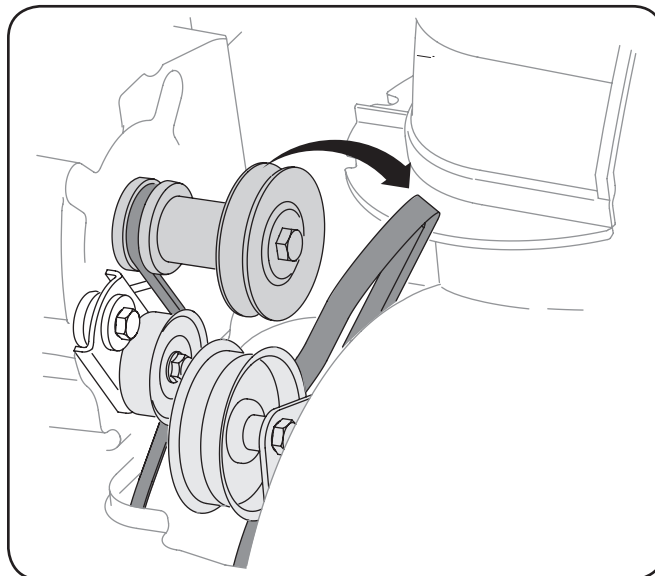

Figura 7-3
4. Saque la correa de la barrena de la polea del motor. Vea la Figura 7-3.